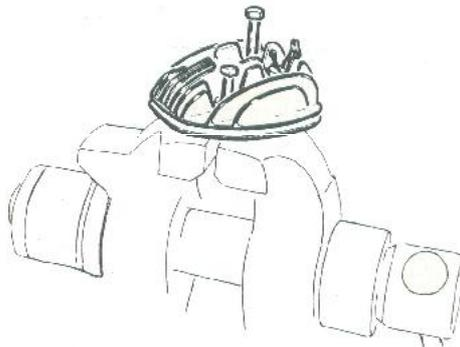

Fig. 10
- Fixer la culasse à l'étau au moyen de deux boulons (voir fig. 10).